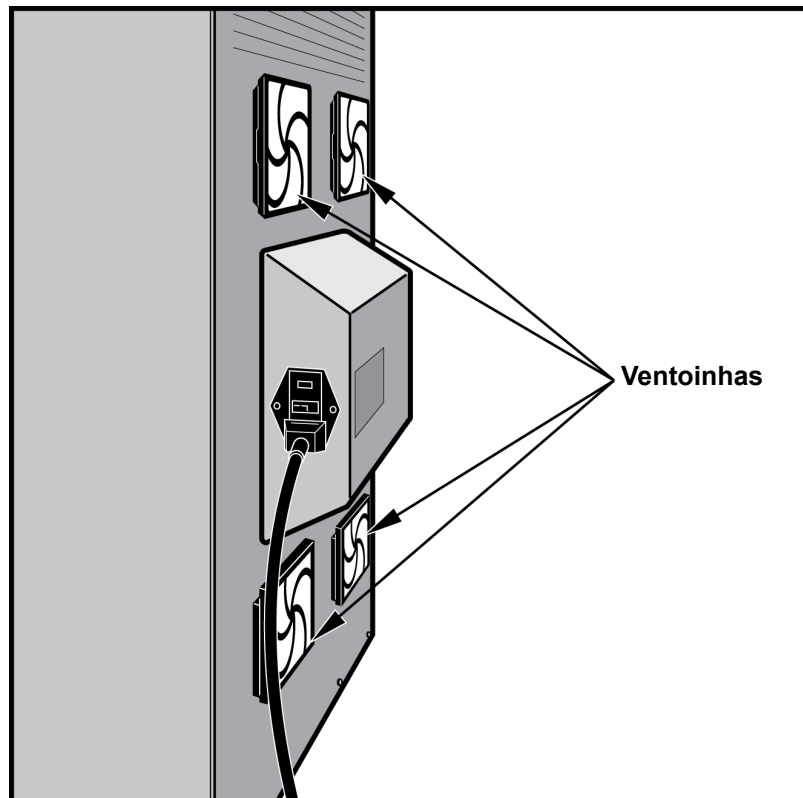

Figura 9-18. Instrumento GeneXpert GX-XVI R1 posicionado para acesso às ventoinhas
3. Se não houver espaço suficiente para aceder ao instrumento, empurre o instrumento para poder aceder facilmente às coberturas do filtro. Consulte a figura 9-18.